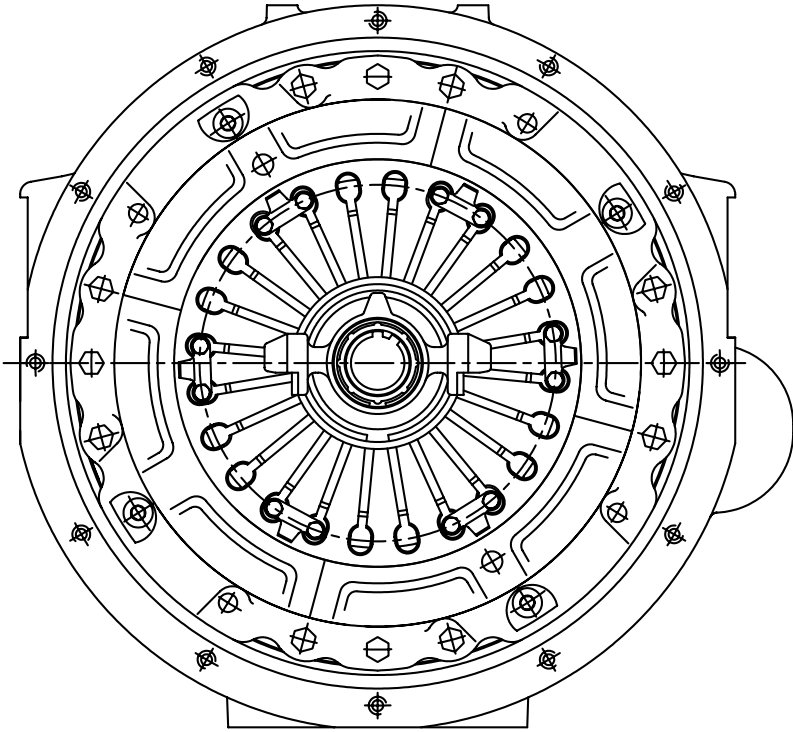

Рис. 20. Положение муфты выключения сцепления на нажимном комплекте
5. С помощью специальной оправки, установленной на центрирующую оправку ведомого диска, сцентрировать муфту выключения сцепления и развернуть её, как показано на рис. 20. Допускается угловое отклонение не более 10° .